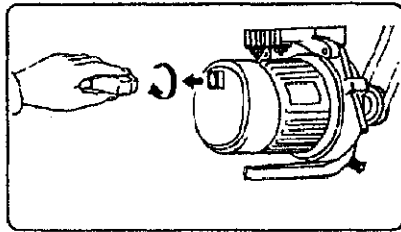
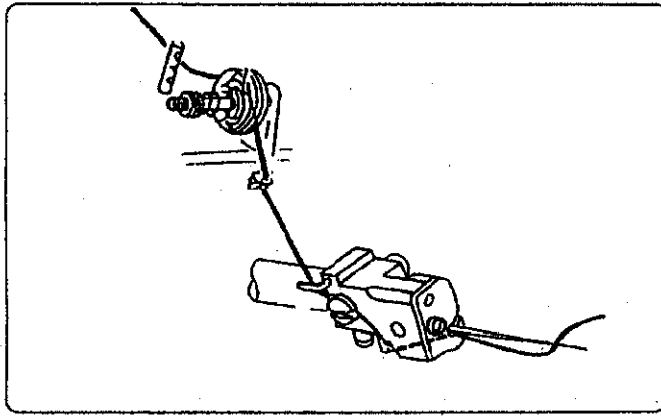

图 3-5 Fig 3-5
图3-7 Fig3-1
(1) После завершения сборки и установки машины, подключите ее, в соответствии с диаграммой (схемой) подключения на моторе или инструкции на микро компьютере, и совершите пробный запуск машины, обращая внимание на направление вращения. При взгляде на блок (колесо) направление его движения должно быть по часовой стрелке как показано на рисунке. Если направление движения не правильное, оно может быть изменено путем поворота вилки (?) на моторе на 180 градусов. (см. рис.3-5).
- (2) После запуска машины посмотрите на сферический индикатор потока масла и убедитесь, что масло течет. Если масло течет, масляная система в порядке. Затем дайте машине поработать вхолостую в течение 15 минут, начиная с малой скорости с ее постепенным возрастанием. Обратите внимание, нет ли чего необычного во время пробного запуска. Только в случае, что все нормально, машина может быть допущена к работе.
6. Вдевание нити. Нить продевается в соответствии с рис. 3-7
Натяжение нити напрямую влияет на плотность стежков. Качество шва в основном определяется натяжением нити по отношению к материалу, который прострачивают. Натяжение нити должно быть установлено в соответствии с толщиной материала, диаметром нити и качеством материала. Если материал толстый – натяжение должно быть слабее. Если он тонкий и мягкий, натяжение может быть немного ослаблено. После вдевания нитки сначала установите гайку на держатель нити во время пробного шитья (см. рис.3-7) до того, как нить натянется, когда вы потяните ее рукой. Затем урегулируйте позицию игольного штыря, чтобы контролировать плотность стежков.